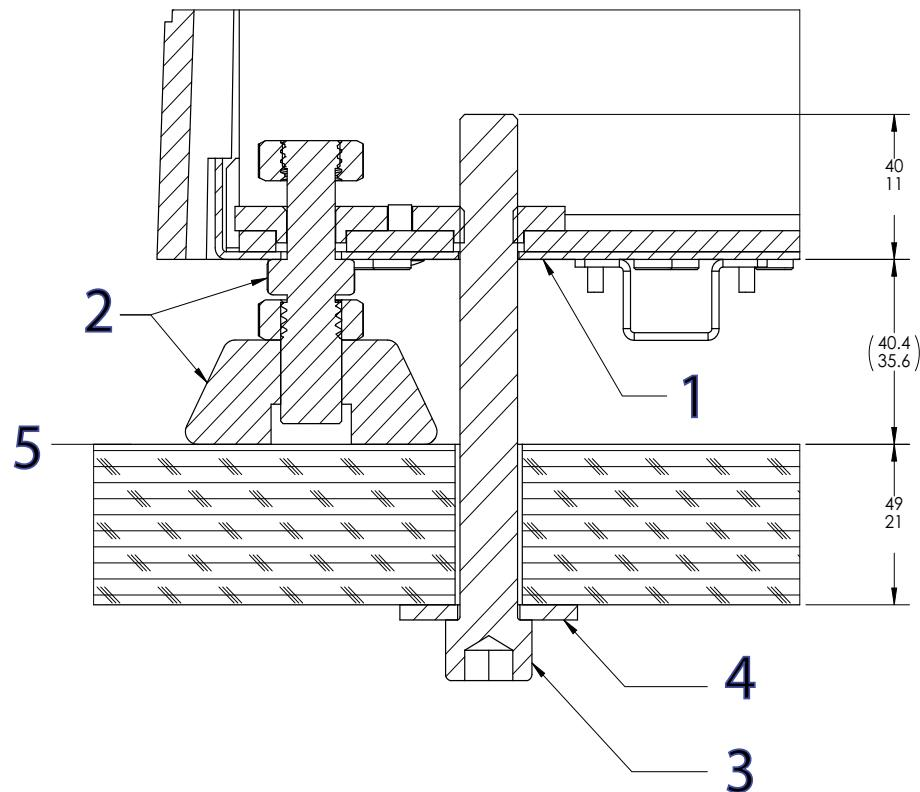

Figura 17. Fissare il telaio al tavolo
Legenda per Figura 17
3. Installare ogni bullone e rondella sovradianimensionata come mostrato nella Figura 17 a pagina 73.